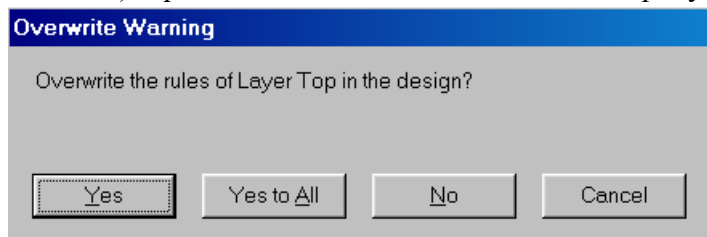

Рис. 8-20. Предупреждение о перезаписи параметров
5) При этом может появиться окно с предупреждением о перезаписи параметров (см. рис. 8-20). Нажмите здесь кнопку **Yes to All** для принятия всех изменений.